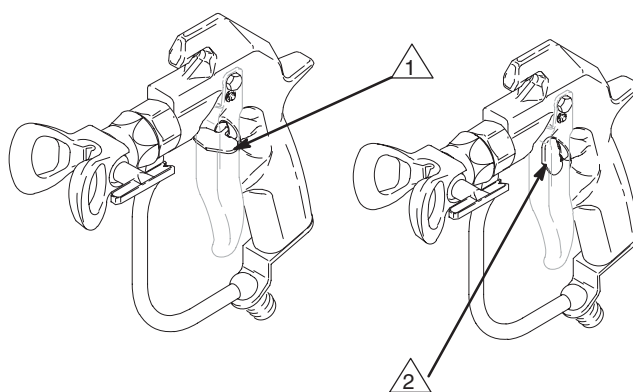

Fig. 1
1. For å låse avtrekkersikringen, dreier den slik at den står vinkelrett i forhold til pistolkroppen. Se Fig. 1.
2. For å åpne avtrekkersikringen, skyver den ut og dreier den parallell med pistolkroppen. Se Fig. 1.